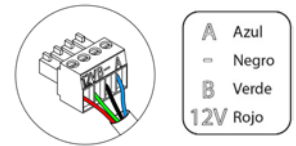

Fig. 72
Para la conexión al bus máquina de la central ④ dispone de 1 borna de 4 pines. Fije los cables con los tornillos de la borna respetando el código de colores (Fig. 72).